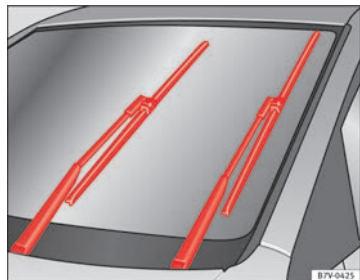

Fig. 140 Essuie-glace en position d'entretien
- Connectez puis coupez le contact d'allumage puis (après environ 9 secondes), déplacez le levier d'essuie-glace sur la position balayage bref. Les balais se déplacent à la position de maintenance ⇒ fig. 140.